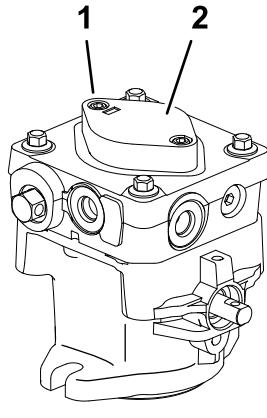

Figura 52
7. Para cebar la bomba de carga, afloje los dos tornillos de caperuza de cabeza hexagonal (Figura 52) únicamente 1-1/2 vuelta. Asegúrese de que el motor no está en marcha. Levante el alojamiento de la bomba de carga y espere a que fluya un caudal constante de aceite de